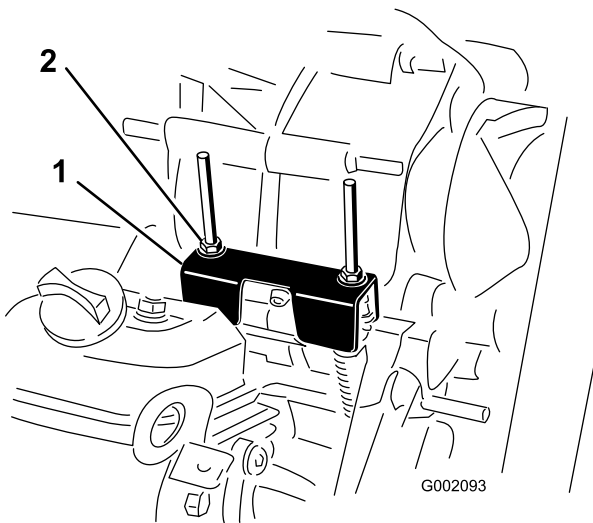

Figura 58
Sempre que for necessário efetuar operações de manutenção programada e/ou diagnósticos do motor, deverá colocar o conjunto eixo-transmissão na posição neutra (Figura 58). A alavanca de mudanças do veículo possui uma posição de ponto-morto que controla a posição neutra do conjunto eixo-transmissão. Deverá executar as seguintes operações para se certificar de que a alavanca de mudanças controla a posição neutra do conjunto eixo-transmissão de forma correta:
2. Certifique-se de que o suporte neutro está na posição neutra (nível do suporte do cabo ao capot situado por baixo do suporte das mudanças), rodando a embraiagem (Figura 58).
3. Rode uma das porcas de bloqueio (Figura 58) para conseguir 0,76 a 1,52 mm de folga entre a parte inferior da porca/anilha e o suporte neutro.